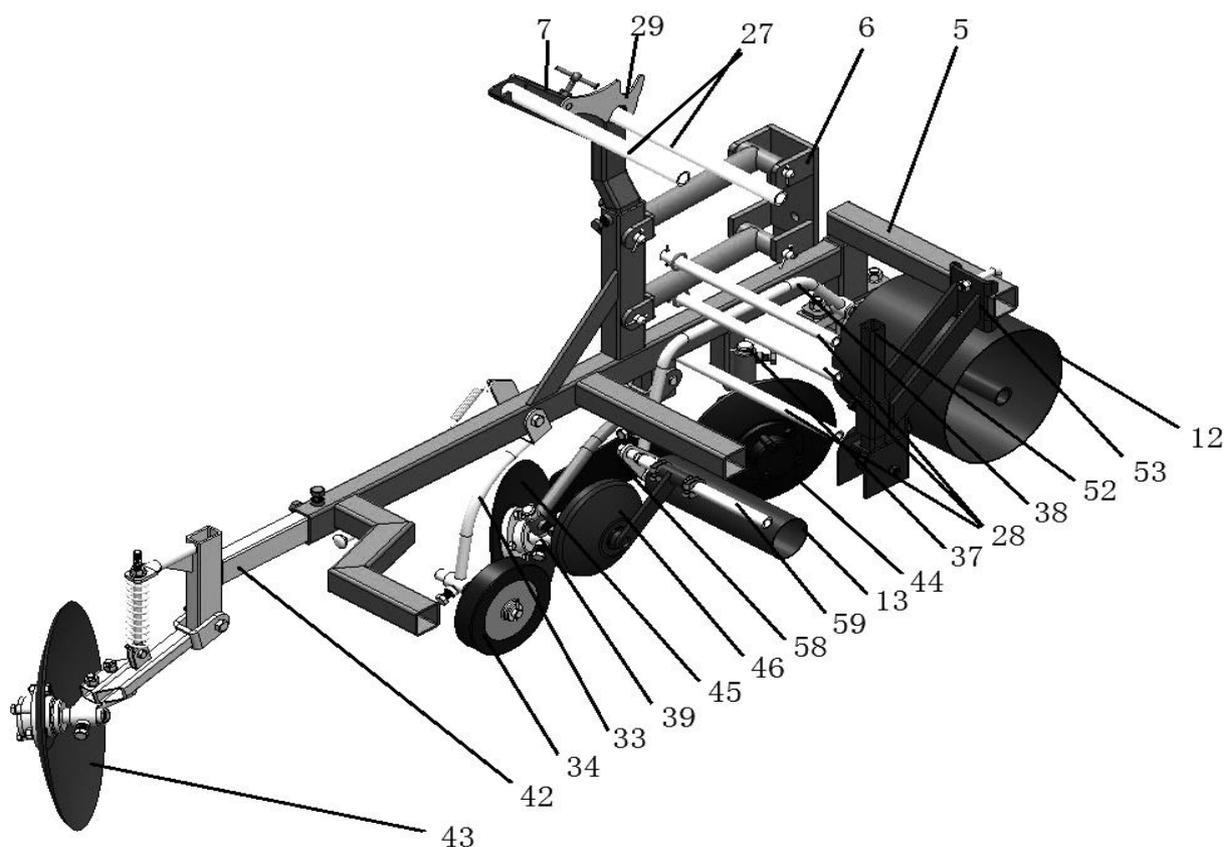

图 8 框架通用部件组装
**组成：**划行器由8.划行器支座9.划行器动杆10.划行器拉筋11.划行器定杆41.划行器圆片等组成(图8)。
## 8.3 镇压滚筒、展膜滚、压膜轮的安装(图 8)
开沟圆片安装在机架前部的两侧(图 8)。